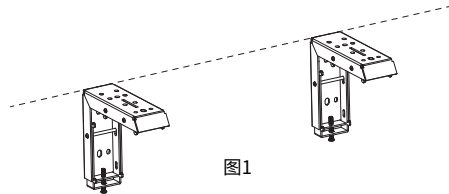

图1
2. 将安装架安装在银幕背面或顶部所对的平面上, 并且确保左右两个安装架在同一条水平直线上。(建议: 安装时在墙2面或天花板上画一条水平直线) (如图1)